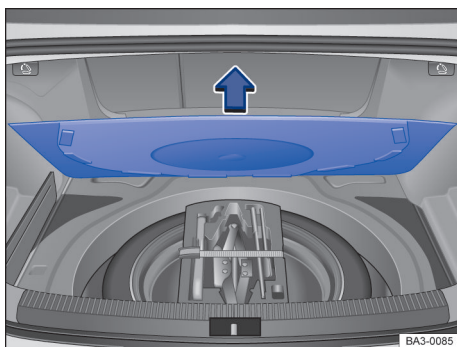

Fig. 149 No compartimento de bagagem: abrir o assoalho do compartimento de bagagem.
- Segue o revestimento do assoalho pela cavidade e levante-o → Fig. 149 (seta).